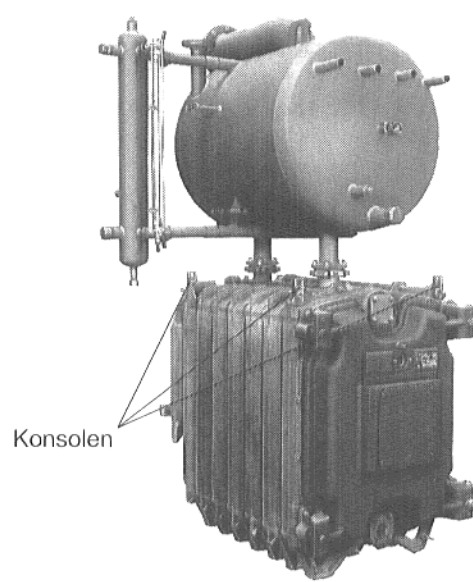

Abb. 31
- Die **Konsolen**, 4 Stück pro Kessel, für die Aufhängung der Kesselseitenwände sind mit den Auflageflächen zwischen die Führungsleisten am Vorder- und Hinterglied einzusetzen (Abb. 31). Konsolen mit Sechskantschrauben, Unterlegscheiben und Muttern von außen an den Kesselgliedern anschrauben.
- **Rechte und linke Seitenwand** jeweils mit der Aussparung in die Haken der Konsolen einhängen (Abb. 31).